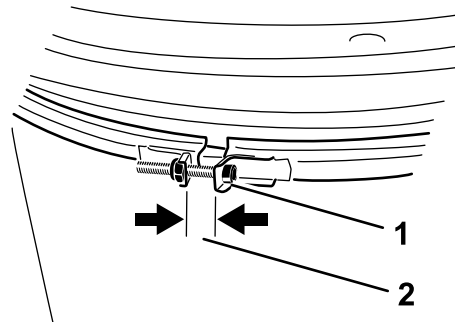

図 26
1. 吹き出し口のクランプを点検します 図 26 ゆるんでいないことを毎日確認してください。